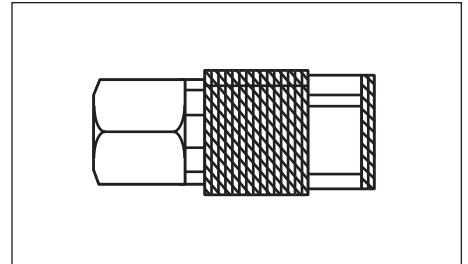

Figura 6 - Acoplador rápido
**ACOPLADOR RÁPIDO** — Un acoplador rápido está diseñado para trabajar en combinación con un conector rápido para unir rápida y fácilmente una herramienta neumática con una manguera de aire (Ver Figura 6).